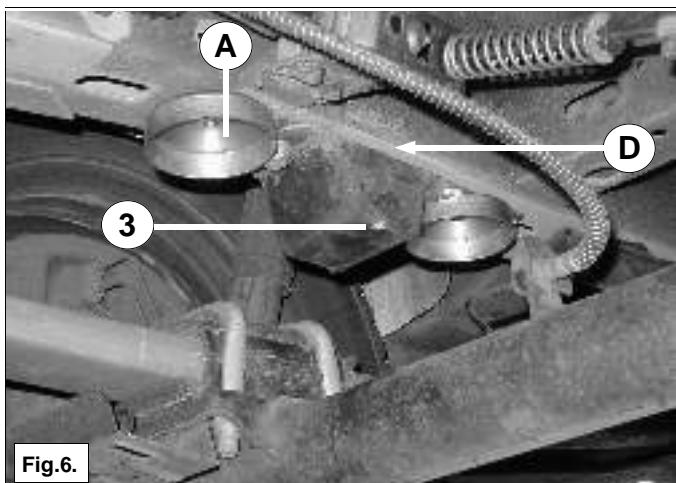

Fig.6.
- Demonteer de buffer 3. Zie fig. 6.
2. Dismount the bumpstop 3. See fig. 6.
- Demontieren Sie den Puffer 3. Siehe Fig. 6.
- Démontez le tampon 3. Cf. fig. 6.
- Desmonte el tope 3. Ver fig. 6.